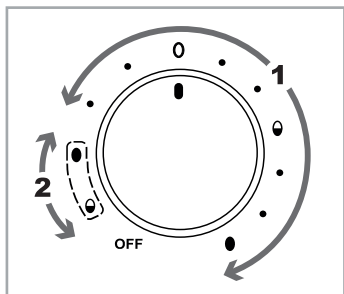

Fig. 1
- 1) Gire el regulador giratorio **10** hasta ajustarlo en la posición que se corresponda con el nivel de cocción deseado para los huevos. Utilice el rango de ajuste "1" (consulte la fig. 1) con los símbolos y los puntos correspondientes colocados delante:
Con este aparato, pueden prepararse huevos con dos niveles distintos de cocción. El primer nivel alcanzado siempre es el nivel de cocción inferior. Para obtener resultados fiables, todos los huevos utilizados deben ser, en la medida de lo posible, del mismo tamaño y estar a la misma temperatura. Para el primer proceso de cocción, utilice el rango de ajuste "1" con los símbolos y los puntos correspondientes colocados delante. Para el segundo proceso de cocción, utilice el rango de ajuste "2" con los símbolos que aparecen rodeados (consulte la fig. 1).
- 2) Ajuste el regulador giratorio **10** en la posición que se corresponda con un nivel de cocción inferior para los huevos que deban quedar menos cocidos (utilice el rango de ajuste "1"; consulte la fig. 1). Tras esto, el piloto de control **9** se ilumina y se inicia el proceso de cocción.
- 5) Vuelva a colocar la tapa **3** y gire el regulador giratorio **10** hasta ajustarlo en la posición de los símbolos rodeados (rango de ajuste **"2"**, consulte la fig. 1) que se corresponda con el nivel de cocción deseado para los huevos restantes: